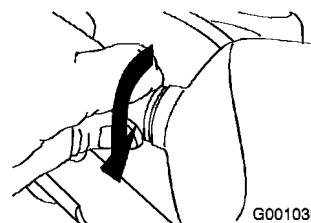

Figure 61
5. Tournez l'embase de l'ampoule dans le sens horaire jusqu'à ce qu'elle soit bien vissée (Figure 61).